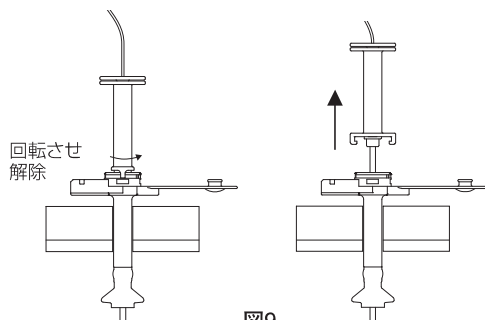

図9
6. オブチュレータを回転させ、ボタンとの固定を解除したのち、オブチュレータとガイドワイヤを抜去する。(図9)